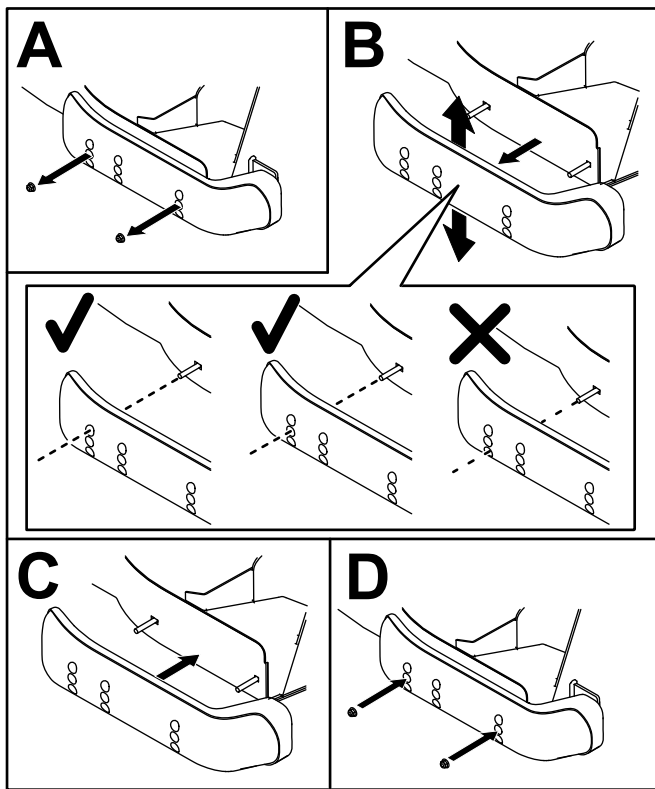

Figura 15
- Mueva el patín a la posición deseada y fíjelo a la unidad de corte con los pernos con arandela prensada y las tuercas (Figura 15).